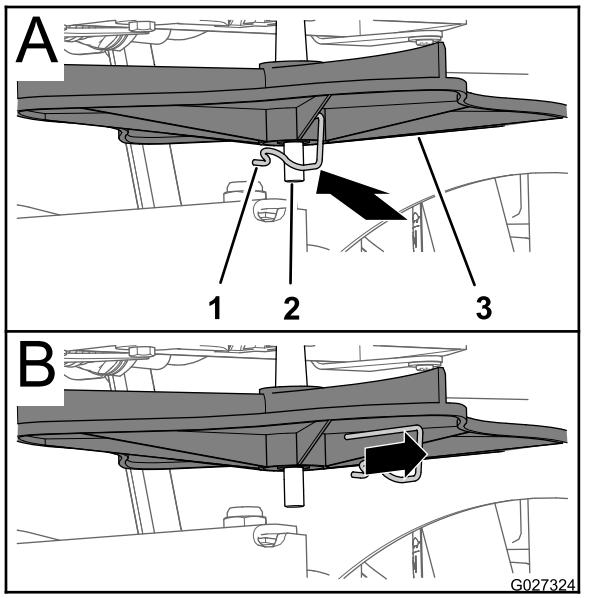
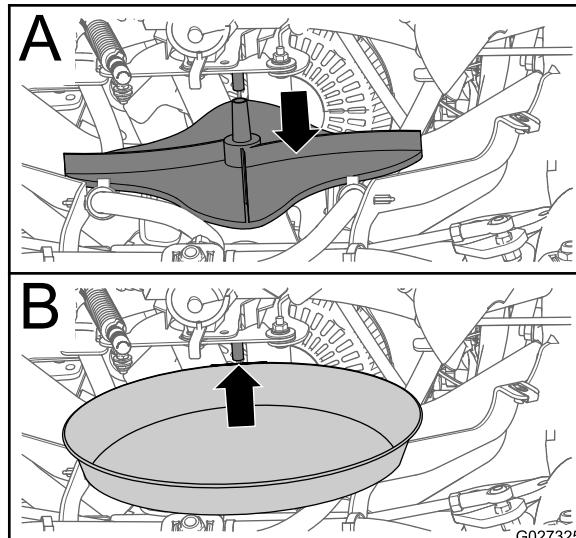

Figure 33
Figure 34
4. Retirez la goupille d'entraînement qui fixe la turbine à l'arbre du moteur de turbine et déposez la turbine de l'arbre (Figure 33 et Figure 34).
5. Placez un bac de faible profondeur sous l'arbre du moteur de turbine (Figure 34).